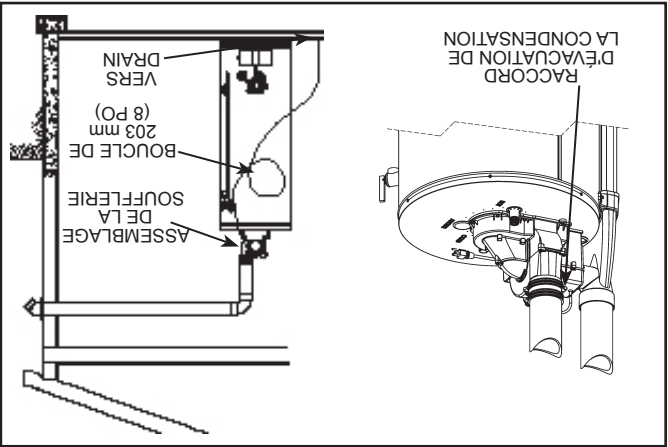

Figure 29
- Reportez-vous à Tableau 3 pour connaître les matériaux admissibles et les informations de dimensionnement. S'il s'avère nécessaire d'installer un évent d'élevation (riser), il faut s'assurer qu'aucune condensation ne puisse s'y accumuler (voir Figure 29). Figure 21 présente une installation de terminaison à travers un toit.